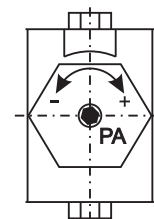

Рисунок 5
2. Регулирующим винтом "РА" на торце доводчика (рисунок 5), используя таблицу 1, отрегулируйте мощность пружины.
2. Регулировочным винтом "РА" на торце доводчика (рисунок 5), используя таблицу 1, отрегулируйте мощность пружины.